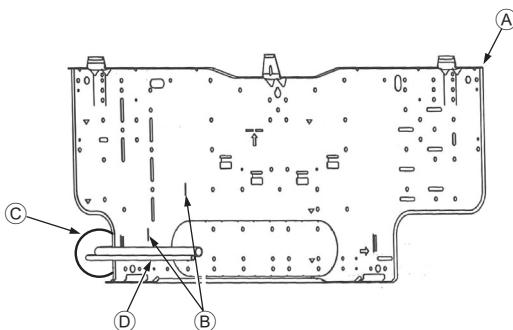

Fig. 3-5
3.3. Lors de l'insertion des tuyaux dans le mur (Fig. 3-5)
- (A) Planche d'installation ①